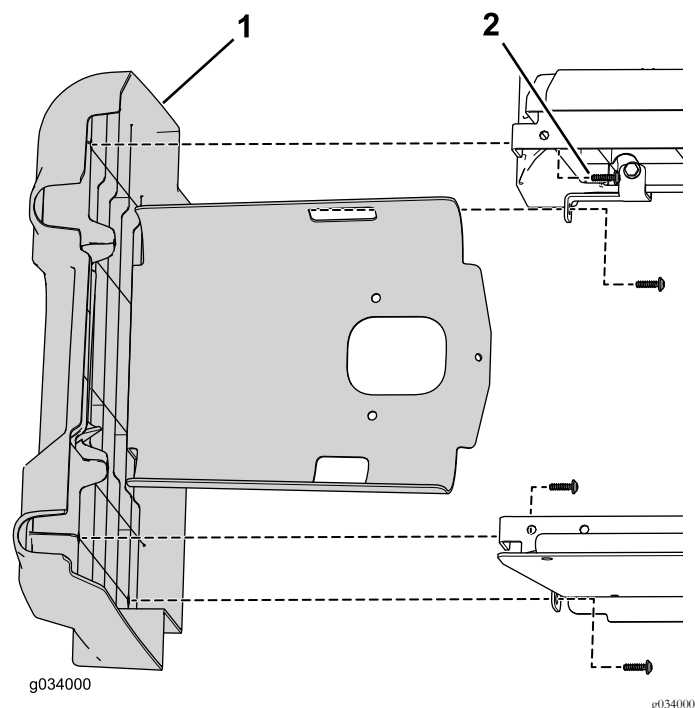
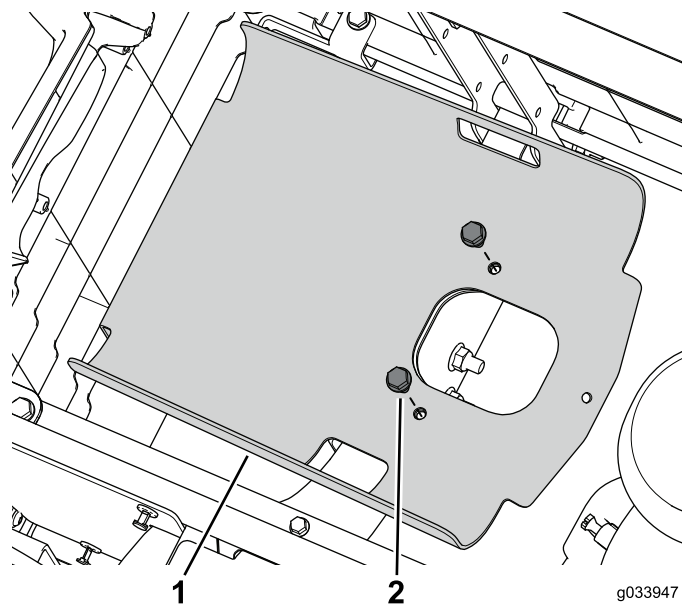

Figura 46
Figura 47
- Utilice las fijaciones que se retiraron anteriormente para conectar el conjunto de panel izquierdo original a los paneles de la base del asiento trasero (Figura 46 y Figura 47).